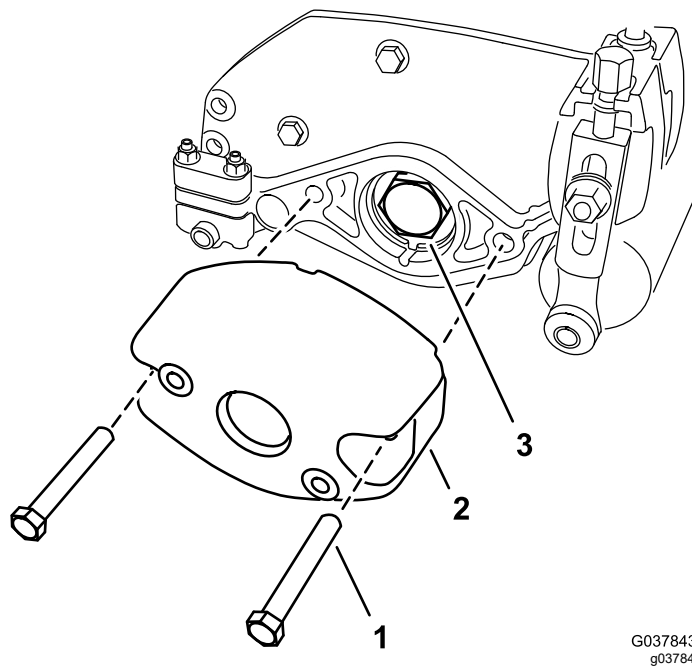

图 4
1. 从将配重块固定到滚刀组侧板上的 2 个螺母由侧板固定中拧下 2 个螺栓 5/16 x 2¼ 英寸。拆下配重块图 4。
3. 从滚刀轴上卸下轴承螺母图 4。